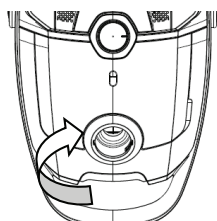

Рис. 9
Разблокируйте замок передней крышки (2), чтобы открыть переднюю крышку (3) (Рис. 9).